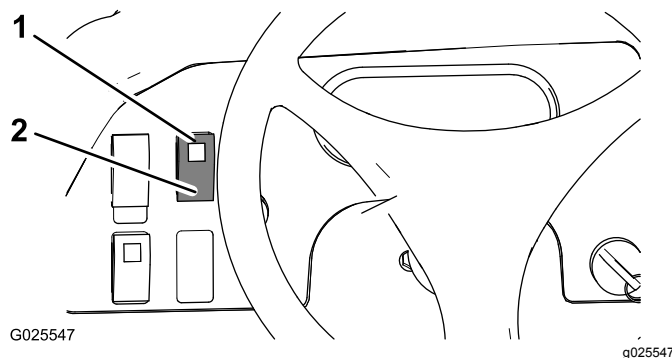

Figura 24
- Presione el interruptor de bloqueo del diferencial hacia arriba para bloquear el diferencial (Figura 24).
- Presione el interruptor de bloqueo del diferencial hacia arriba para desbloquear el diferencial (Figura 24).